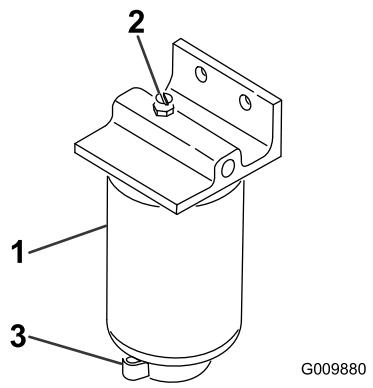

Figura 63
- Afloje la válvula de vaciado en la parte inferior del cartucho del filtro (Figura 63).
- Limpie la zona de montaje del cartucho del filtro (Figura 63).